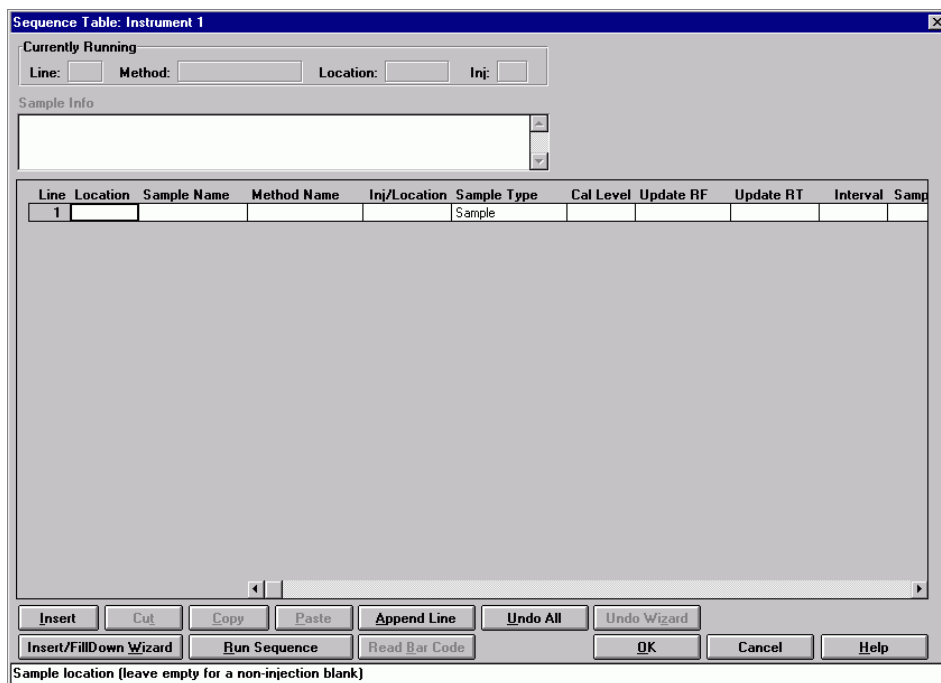

图 16 序列列表 (Sequence Table)
- 1 显示**序列列表 (Sequence Table)** (见图 16):